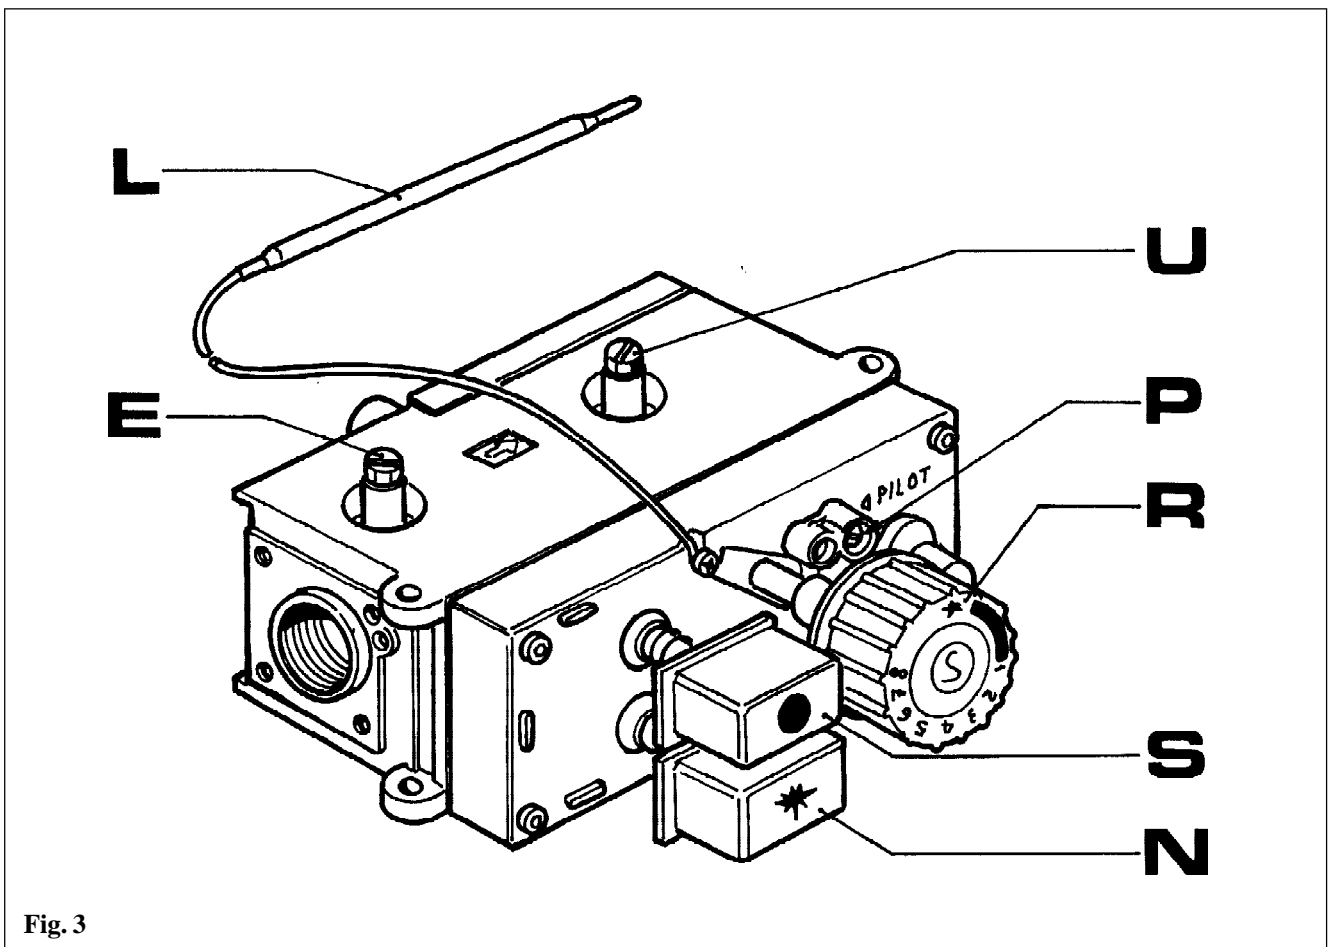

Fig. 3
- Svitare con una chiave di 9 mm la termocoppia dalla valvola di sicurezza (Fig. 3).
E - Valvola termostatica (Fig. 3)
- Estrarre il bulbo (Fig. 3 pos. L) dalla guaina.
- Rimontare il bulbo della valvola e il bulbo del termostato limite (Fig. 3 pos. M).
6.1 ACCENSIONE PILOTA (Fig. 3)
- Girare la manopola della regolazione temperatura (R) portandola nella Posizione ().
- Premere e tenere premuto fino ad accensione avvenuta il pulsante pilota (N), contemporaneamente premere ripetutamente il pulsante accensione (pos. O) per 20 secondi finchè tutta l'aria contenuta nella tubatura è uscita e si accende il pilota. (L'accensione è verificabile guardando attraverso lo spioncino ricavato nel cruscotto).
Dopo aver acceso il pilota, il bruciatore si accende girando la manopola (Fig. 3 pos. R), e portandola sulla posizione 8. La regolazione della temperatura dell'olio avviene ruotando la manopola nelle posizioni da 1 a 8:
Lo spegnimento del bruciatore principale si ottiene girando la manopola (Fig. 3 pos. R) e portandola nella posizione accensione pilota (). Per lo spegnimento anche del pilota, premere il pulsante (Fig. 3 pos. S) contrassegnato con ().